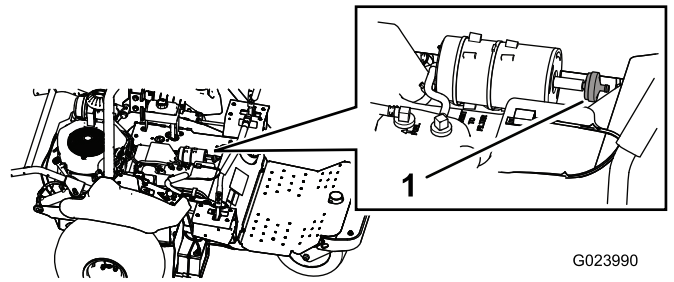

Рисунок 44
3. Отсоедините фильтр от бачка с активированным углем (Рисунок 44).